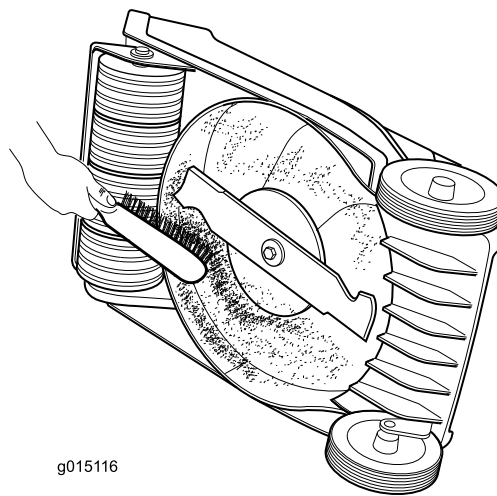

Figure 17
- Nettoyez le dessous du carter de la machine. Enlevez les saletés et les débris d'herbe collés au carter du plateau de coupe à l'aide d'un racloir en bois ou d'une brosse (Figure 17).